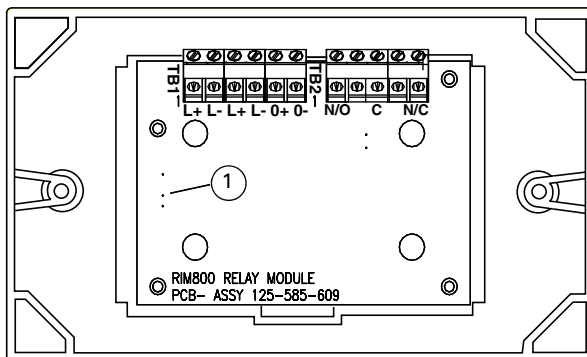

Fig. 3: Diagramma di cablaggio semplificato di RIM800
- Vedere fig. 3 per il diagramma di cablaggio semplificato di RIM800.